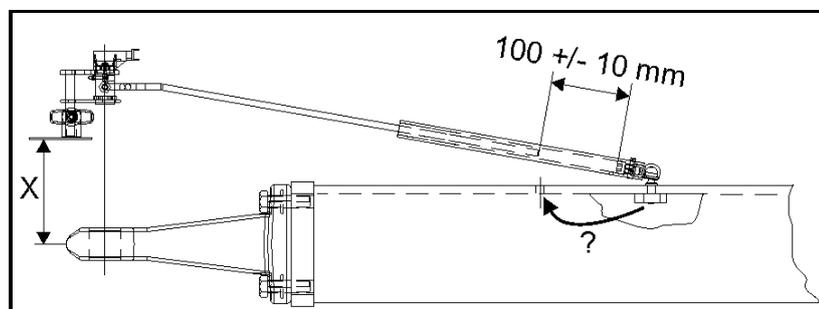

Fig. 103
- La separación entre el punto de acoplamiento y el sensor del ángulo de giro (Fig. 103/ X) debe ser lo más pequeña posible (sobre todo, cuando se utiliza una lanza de enganche).